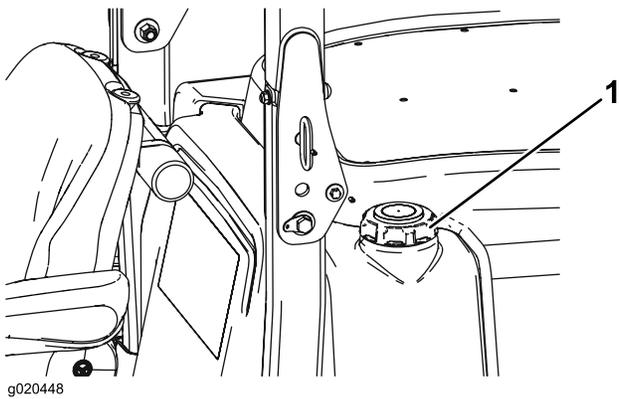

Рисунок 10
3. Снимите крышку топливного бака (Рисунок 10).